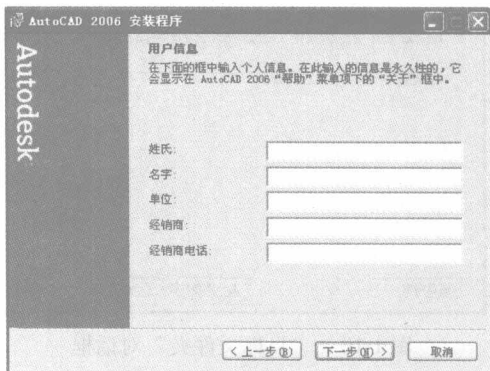

图 1-7 “用户信息”对话框
5) 在“序列号”对话框中,输入产品包装上的序列号,然后单击“下一步”按钮,弹出“用户信息”对话框,如图 1-7 所示。